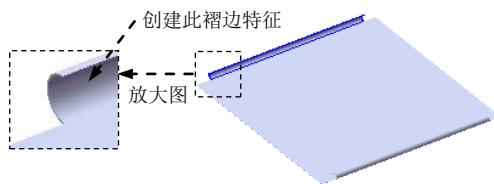
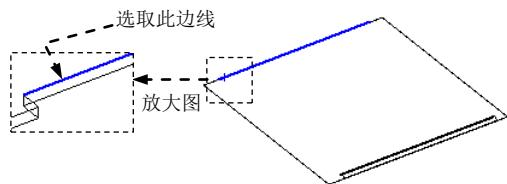

图 17.11.30 创建褶边 2
图 17.11.31 定义特征的边线
Step6. 创建图 17.11.30 所示的褶边 2。
- (1) 选择命令。选择下拉菜单 **插入(I)** → **钣金(B)** → **褶边(H)...** 命令。系统弹出“褶边”对话框。
- (2) 定义特征的边线。单击 **边线(E)** 区域中的“折弯在外”按钮 。选取图 17.11.31 所示的模型边线为生成褶边的边线。
- (3) 定义褶边类型和大小。在 **类型和大小(D)** 区域中，单击“滚轧”按钮 。在 **文本框** 中输入角度值 180。在 **文本框** 中输入 6.0。
- (4) 单击 按钮，完成褶边 2 的创建。